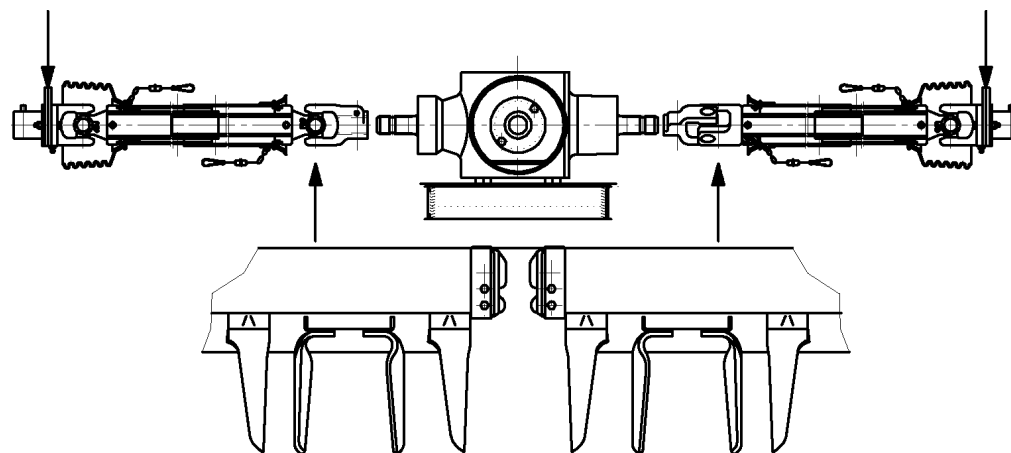

Fig. 12
- Per ogni intervento sui cardani laterali, pulizia, sostituzione e altro, porre particolare attenzione alla fasatura delle forcelle lato riduttore centrale (A Fig. 12).
- Verificare infine la posizione dei cardani con bullone di trancio; questi devono essere montati in maniera diametralmente opposta per evitare vibrazioni e squilibrio della macchina durante il lavoro (B Fig. 12).
- *Take great care to position the forks on the central final drive side (A Fig. 12) whenever cleaning, replacements or work on the side drivelines are carried out.*
- *Lastly, check the position of the drivelines with shear bolt. They must be mounted diametrically opposite to each other to prevent the machine from being unbalanced and from producing vibrations during work (B Fig. 12).*
- Für jeden Eingriff an den seitlichen Kardangelenken, für die Reinigung und alles anderes ist besonders auf die genaue Einstellung der Gabeln auf der Seite des zentralen Getriebes (A Abb. 12) zu achten.
- Schließlich die Position der Kardangelenke mit Scherbolzen prüfen. Diese müssen diametral gegenüberliegend montiert werden, um zu vermeiden, dass die Maschine während der Arbeit vibriert und Unwucht aufweist (B Abb. 12).
- *Pour toute intervention sur les cardans latéraux, nettoyage, remplacement et autre, faire tout particulièrement attention à l'alignement des fourches, côté réducteur central (A Fig. 12).*
- *Pour terminer vérifier la position des cardans avec boulon de cisaillement; ceux-ci doivent être montés de manière diamétralement opposée pour éviter les vibrations pendant le travail et de déséquilibrer la machine (B Fig. 12).*
- Al efectuar cualquier trabajo en los cardanes laterales, limpieza, sustitución u otras operaciones, prestar mucha atención ala puesta en fase de las horquillas lado reductor central (A Fig. 12).
- Controlar por último la posición de los cardanes con perno de corte; los mismos se deben montar en modo diametralmente opuesto para evitar vibraciones y desequilibrios de la máquina, durante el trabajo (B Fig. 12).